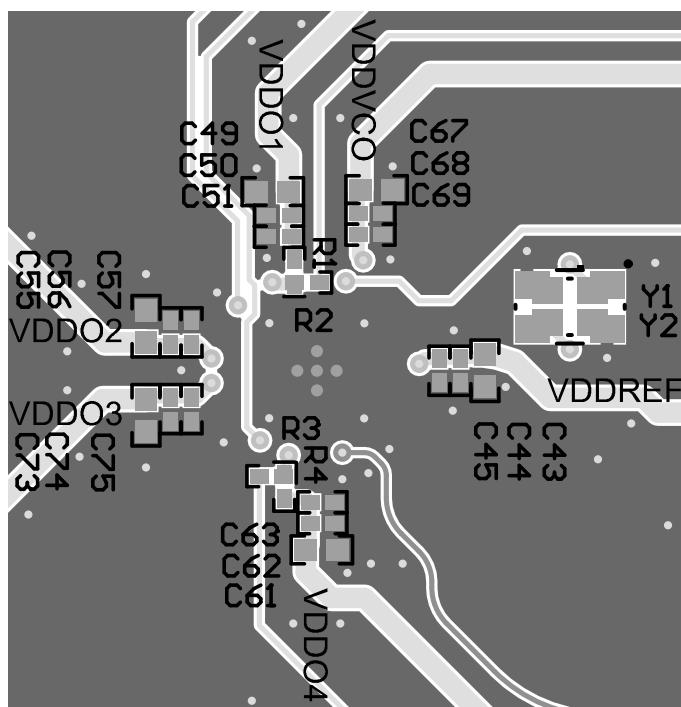

图 8-6. 布局示例，底层
- 隔离晶体区域，连接晶体封装的 GND 焊盘并淹没相邻区域。图 8-6 展示了支持多种晶体尺寸的封装。
- 将具有小电容值的去耦电容器放置在非常靠近电源引脚的位置。尝试将这些电容器非常靠近地放置在同一层上或直接放置在背面层上。值越大，可以放置得越远。图 8-6 展示了靠近器件的三个去耦电容器。建议使用铁氧体磁珠来隔离不同的频域和 VDD_VCO 域。